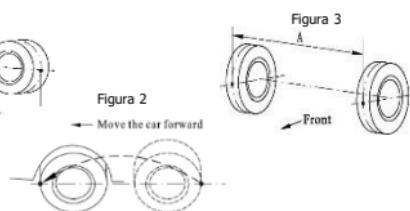

Figura 2
2. Empurre o veículo para frente e permita que o marcador se mova para a mesma posição de altura medida. Consulte a Figura 2.